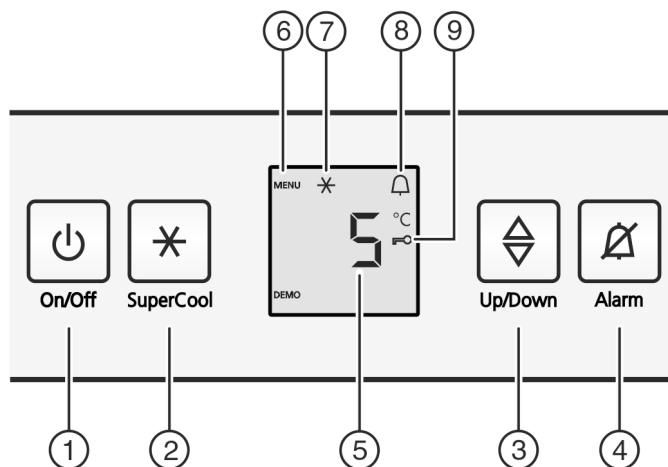

Fig. 2
- ▶ Нажать кнопку On/Off Fig. 2 (1).
- ▶ Нажмите кнопку «SuperCool» Fig. 2 (2) и удерживайте ее прим. 5 секунд.
- ▷ На индикаторе будет отображаться символ «Меню» Fig. 2 (6).
- ▶ Для подтверждения нажать и отпустить кнопку «SuperCool» Fig. 2 (2).
- ▷ На индикаторе горит символ «Защита от детей» Fig. 2 (9).
- ▶ Нажать и отпустить кнопку «On/Off» Fig. 2 (1).
- ▶ Нажмите кнопку Alarm Fig. 2 (4).
▶ Активация модуля регулировки температуры: нажмите кнопку настройки Fig. 2 (3).
▶ Температуру меняйте ступенями по 1 °C: нажимайте кнопку настройки Fig. 2 (3) до тех пор, пока на индикаторе температуры не будет высвечена требуемая температура.